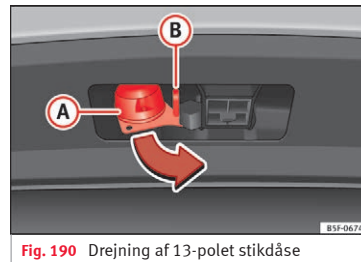

Fig. 190 Drejning af 13-polet stikdåse
- Hold den 13-polede stikdåse i området (A), og træk den ud i pilens retning »» Fig. 190.
- Hold den 13-polede stikdåse i området (A), og sæt den i modsat pilens retning »» Fig. 190.
Sikkerhedsøjet (B) »» Fig. 190 bruges til at hægte anhængerens kabel fast på. »»